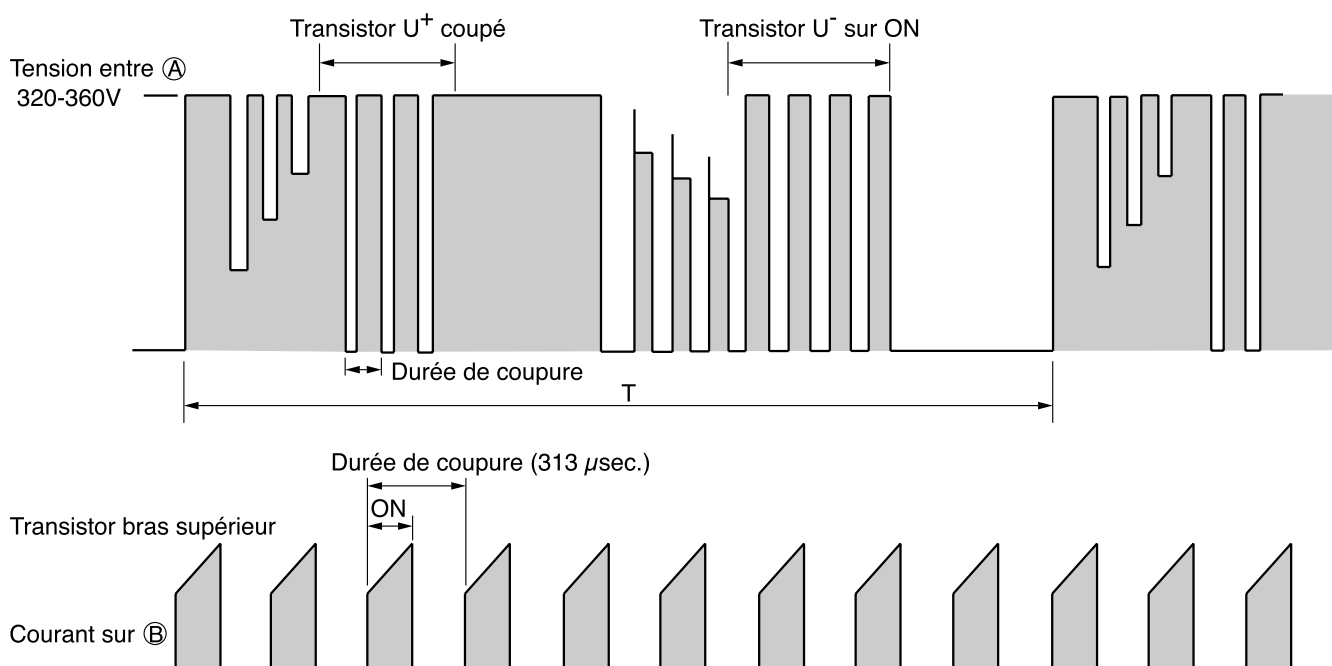

Fig. 3-3 Montre la forme d'onde de la tension à chaque point.
- La Fig. 3-3 montre la forme d'onde de la tension à chaque point montré sur les figures 3-1 et 3-4. La première moitié du bras supérieur est coupée et la deuxième est sur ON; la première moitié du bras inférieur est coupée et la deuxième est sur ON.
- Since current flows at point ⓑ only when U⁺ transistor is ON, the current waveform at point ⓑ becomes intermittent waveform as shown in Fig. 3-3. Since current at point ⓑ is approximately proportional to the input current of the air conditioner, input current is controlled by using DC current (Id) detection resistor.